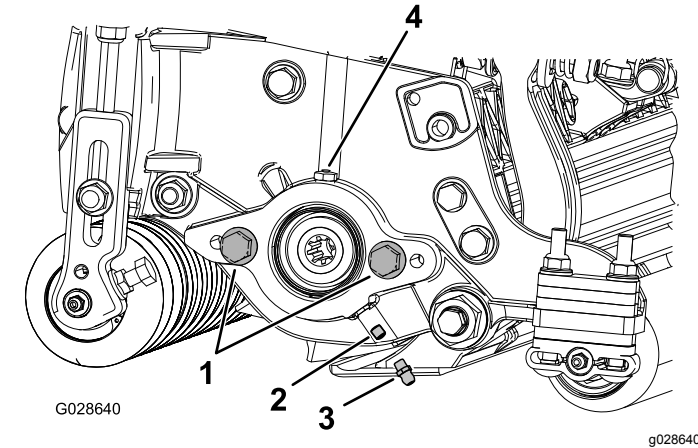

图 4
- 平头螺丝 (2)
2. 安装直通黄油嘴 图 4。
- 拆下并丢弃滚刀马达侧板上的固定螺丝 图 4。
2. 如果滚刀马达侧板上没有平头螺丝请安装 图 4。
5. 润滑侧板直至多余的润滑脂流出润滑孔 图 4。